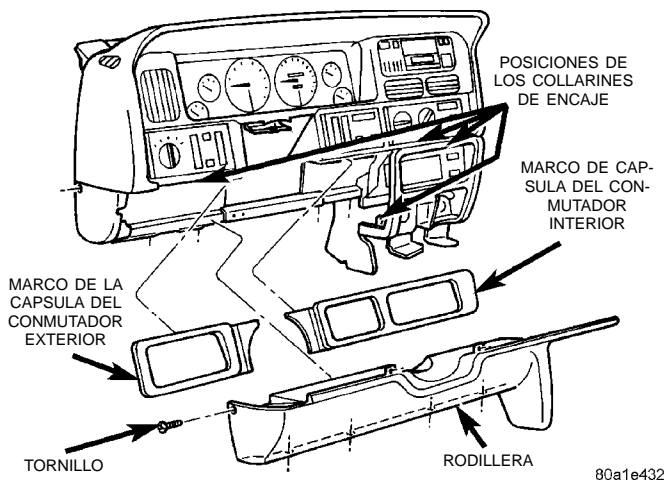

Fig. 12 Desmontaje/instalación de la rodillera
- (1) Desconecte y aisle el cable negativo de la batería.
- (2) Retire la palanca de inclinación de la columna de dirección, si el vehículo la tiene instalada.
- (3) Con una varilla tapizada u otra herramienta de hoja plana y ancha adecuada, haga palanca suavemente alrededor de los bordes de los marcos de la cápsula de conmutador del tablero de instrumentos y retire ambos marcos.
- (4) Retire un tornillo a cada lado de la columna de dirección que fijan el borde superior de la rodillera/cubierta de la columna de dirección al tablero de instrumentos (Fig. 12).
- (5) Retire el tornillo que asegura el extremo exterior de la rodillera al tablero de instrumentos.
- (6) Retire los cuatro tornillos que aseguran el borde inferior de la rodillera al refuerzo inferior del tablero de instrumentos.
- (7) Con una varilla tapizada u otra herramienta de hoja plana y ancha adecuada, haga palanca suavemente en los bordes de la rodillera para separarla del tablero de instrumentos en las posiciones de retenedores que se muestran (Fig. 12).